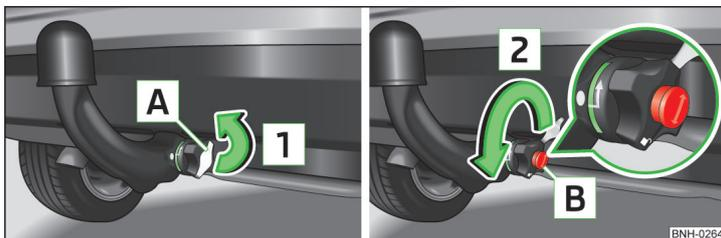

Fig. 106 Estrazione del cappuccio di chiusura / sbloccaggio della serratura
- ▶ Estrarre il coperchio **A** dalla serratura del volante in direzione indicata dalla freccia **1** » fig. 106.